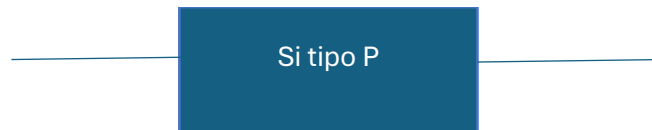
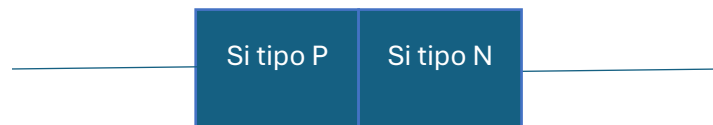

Figura 1. Barra de Silicio tipo P.
Figura 2. Barra de Silicio luego de la inversión de una región donde queda parte con Si tipo P y parte con Si tipo N.
Se tiene una barra de Si de tipo P dopado con boro (ver Figura 1), con una concentración de aceptores $N_A = 2 \times 10^{15} \text{ cm}^{-3}$. Para fabricar un diodo se requiere dopar una región con arsénico, con el propósito de invertir su dopado a N (ver Figura 2), por medio de implantación iónica con una concentración de donadores dada por $N_D = 4 \times 10^{15} \text{ cm}^{-3}$. La barra final está a temperatura ambiente.
- A) Calcule la concentración de electrones y de huecos en la barra P original (de la figura 1). **2 Pts**
- B) Calcule el dopado efectivo, la concentración de electrones y la concentración de huecos en la región N (figura 2), considerando que esta región tiene ambos tipos de dopado. **3 Pts**